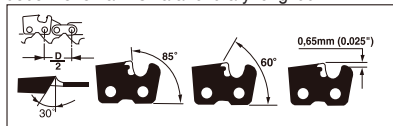
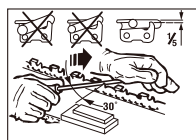

Fig. 21
Fig. 22
**AFILADO DE CADENA** - El paso de la cadena (Fig. 21) es de 3/8" LoPro x 0,050". Afile la cadena utilizando guantes protectores y una lima redonda de Ø5/32" (4 mm).
Afile siempre las cuchillas solo con movimientos hacia afuera (Fig. 22) respetando los valores proporcionados en la Fig. 21.